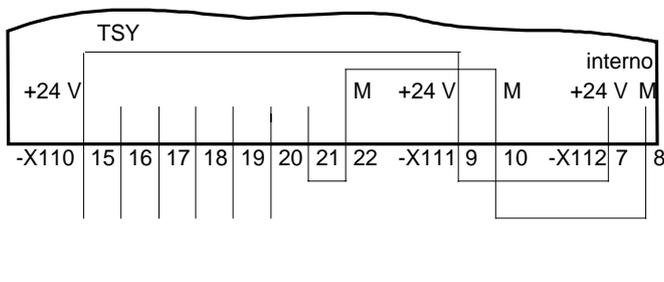
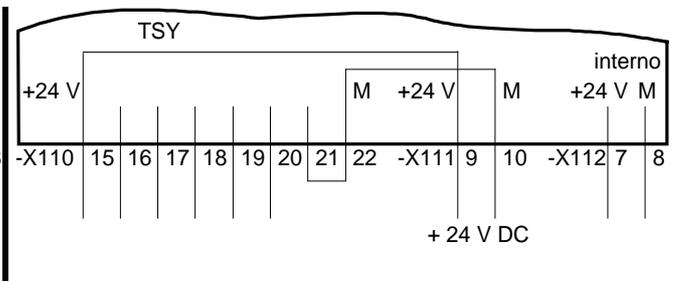
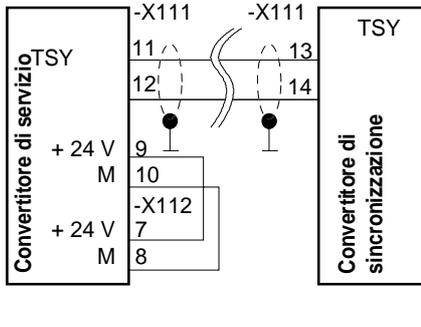
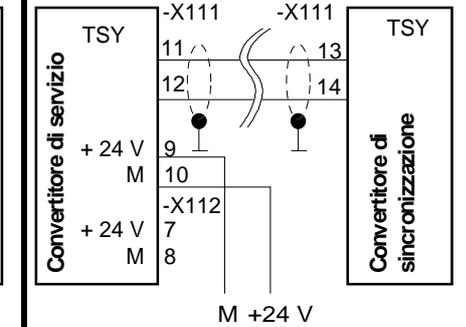

Fig. 2 Ingressi / uscite binarie con alimentazione interna
Fig. 3 Ingressi / uscite binarie con alimentazione esterna
Fig. 4 Sincronizzazione, alimentazione interna
Fig. 5 Sincronizzazione, alimentazione con separazione galvanica
L'alimentazione 24 V è presente solo se al connettore -X111: 9,10 si alimenta con la corrispondente 24 V. Se si desidera la separazione galvanica per la sincronizzazione, si deve mettere a disposizione un'alimentazione 24 V separata galvanicamente (livello da 20 V a 30 V) (vedi fig. 3 e fig. 5).
- Eseguire collegamento dalla TSY del convertitore di servizio (-X111:11, 12) alla TSY del convertitore di sincronizzazione (-X111:13, 14), attenzione all'allacciamento dello schermo ai due lati (vedi fig.4 e fig.5).
- Cablare ingressi ed uscite binarie sulla TSY del convertitore di sincronizzazione secondo necessità. Per il comando della commutazione possono essere emessi i due bit di stato "sincronismo raggiunto" ed "errore di sincronizzazione" alle uscite binarie (vedi tabella 3 e fig. 2 e fig. 3). La segnalazione di errore di sincronizzazione viene messa in aggiunta alla segnalazione di sincronismo, se si è verificato uno scostamento di fase inammissibile. I due bit di stato vengono eliminati solo con la scelta della sincronizzazione o con un ordine OFF.